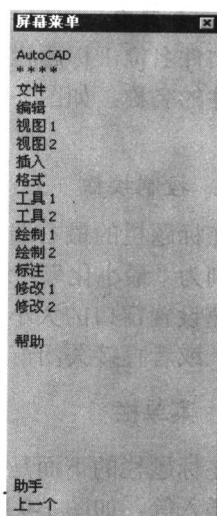

图 1-12 屏幕菜单
**步骤 2** 在软件界面的右侧出现屏幕菜单，如图 1-12 所示。
(1) 当首次调用图形编辑时，屏幕菜单上显示的是菜单的“根页”，相当于菜单栏中的选项，如图 1-12 所示。单击这些菜单项，将显示出下一级菜单。例如，单击文件项，将显示屏幕菜单的“文件”页。
(2) 每页屏幕菜单的顶部是 AutoCAD 项，它是“根页”的名称，用户可以随时单击该项，以便从任何子页菜单返回到“根页”菜单上。
(3) 显示在每页屏幕菜单第二行的是 \*\*\*\* 项。单击该项，便显示一个包含所有“对象捕捉”模式名称的子页，这在运行“对象捕捉”时非常方便。